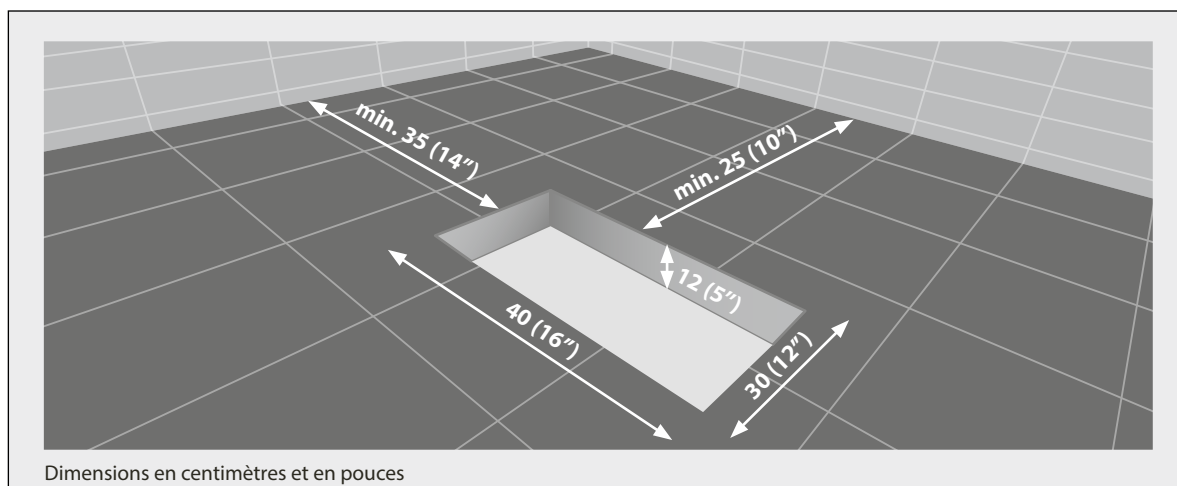

Fig. 2
- **Attention:** ce modèle de vasque a un espace sous le trou de vidange de 95 mm. Selon le type de vidange à monter, **vérifier s'il est nécessaire** de préparer un puisard que l'on installera en tenant compte de l'encombrement de la vasque/des dimensions indiquées (voir fig.2).